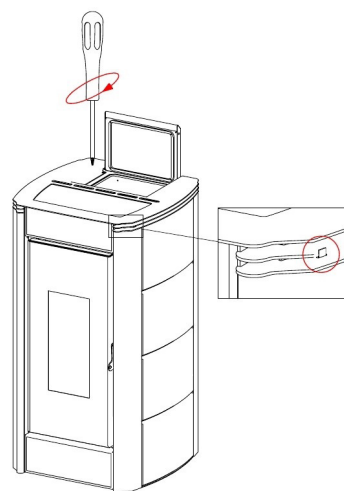

Fig. 32 - Positionieren der Abdeckung
- Abdeckung wieder aufsetzen und die entsprechenden Zähnnchen zentrieren (siehe **Fig. 32 a pag. 23**).